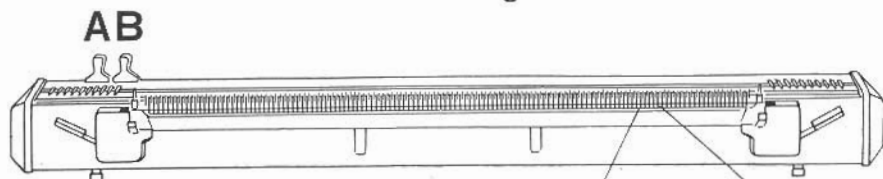

Fig. 11
**Position de départ:** Poignées A et B à gauche. Le peigne I est fixé à l'appareil, les rainures des dents faisant face à la tricoteuse (fig. 11).